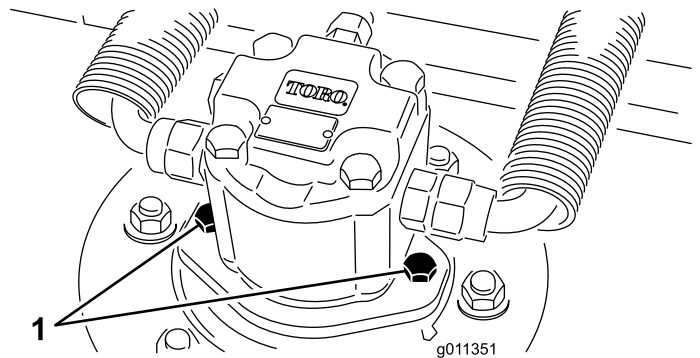

Figura 61
2. Desconecte y retire el motor hidráulico de la unidad de corte (Figura 61). Tape la parte superior del eje para evitar la contaminación.
4. Instale el motor hidráulico en la unidad de corte (Figura 61). Asegúrese de que la junta tórica está correctamente colocada y que no está dañada.